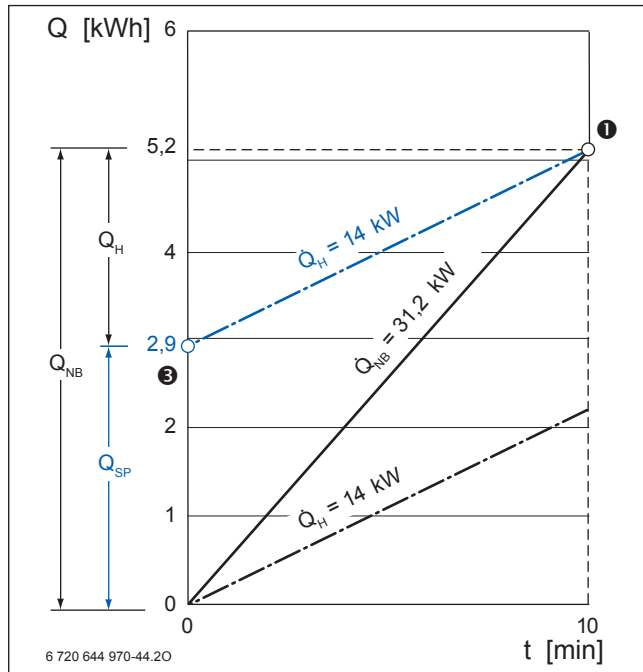

Bild 57 Ermittlung der theoretischen Speicherkapazität bei gegebener Wärmeleistung
Im Wärmeschaubild ist die Heizlinie $\dot{Q}_H = 14 \text{ kW}$ parallel so zu verschieben, dass sie auf den Bedarfspunkt ❶ trifft (→ Bild 57). Am Schnittpunkt ❸ mit der Ordinatenachse ist die theoretische Speicherkapazität $Q_{Sp} = 2,9 \text{ kWh}$ ablesbar. Aus der theoretischen Speicherkapazität lässt sich der entsprechende Speicherinhalt ermitteln.
Das Wärmeschaubild (→ Bild 57, Seite 85) setzt voraus, dass die Entnahme der 83 Liter aus dem Speicher und die Durchlauf-Wassererwärmung der 67 Liter durch $\dot{Q}_H = 14 \text{ kW}$ gleichzeitig ablaufen.